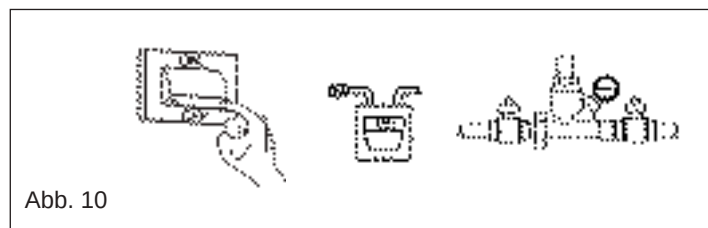

Abb. 10
- den Hauptschalter der Anlage auf "aus" stellen (Abb. 10)
- die Analyse der Verbrennungsprodukte ausführen, um den Betriebsstatus des Kessels festzustellen, dann die Stromversorgung unterbrechen, indem der Hauptschalter der Anlage auf "aus" positioniert wird (Abb. 10)